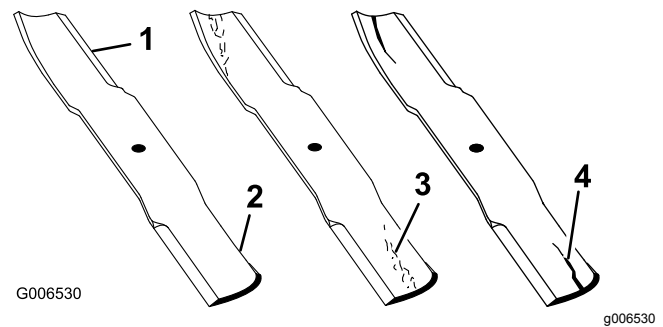

Figura 101
1. Inspeccione as extremidades de corte (Figura 101).
4. Se verificar quaisquer fissuras, desgaste, ou a formação de ranhuras nesta área instale imediatamente uma lâmina nova (Figura 101).